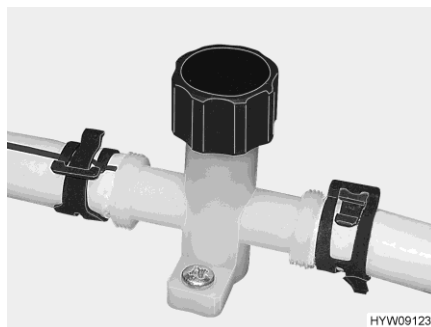
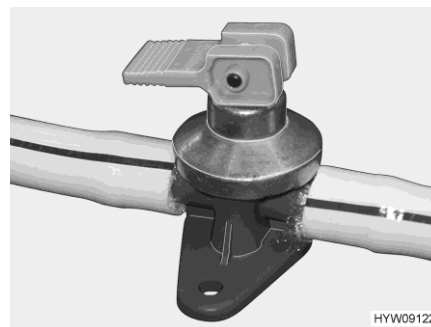

Fig. 202 Llave de desagüe (tubería de agua)
Fig. 203 Llave de desagüe (caldera Alde)
- Cerrar las llaves de desagüe (Fig. 202 y Fig. 203). Para ello, cerrar los capuchones girándolos en sentido de las agujas del reloj, o colocar el balancín en posición horizontal. El lugar de instalación de la válvula de seguridad/purga y de las llaves de desagüe figura en el apartado 10.7 al final del presente capítulo.